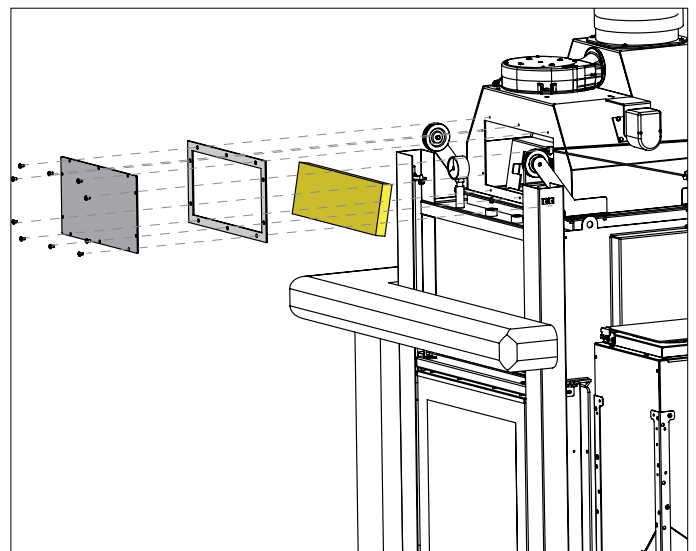

fig. 6.2
- Auf das Inspektionsfach des Rauchabzuges zugreifen, indem die Schrauben der Vorderabdeckung (Abb. 6.2) abgeschraubt und die Rauchablenkeinheit Magnofix herausgenommen wird; den Zustand der Dichtung überprüfen und ggf. austauschen.